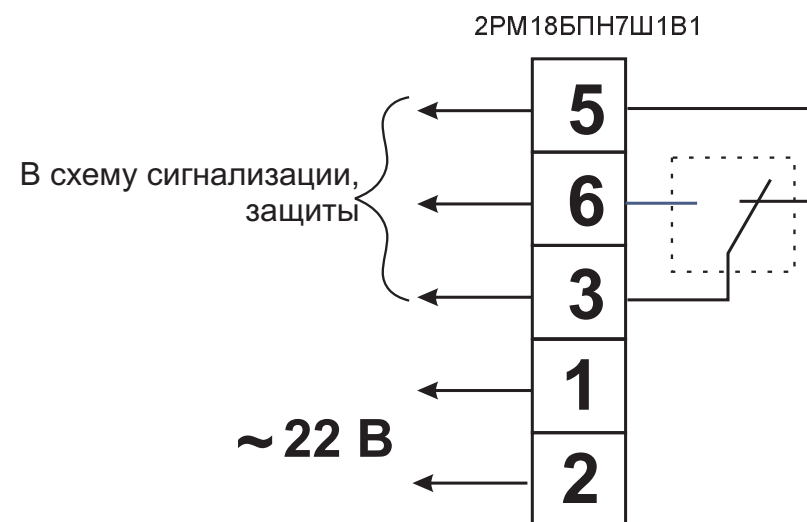

Рис.2 Схема подключения сигнализатора
5.2. Подключение сигнализатора к сети переменного тока. Питание силовой схемы сигнализатора осуществляется от сети переменного тока напряжением 220 В частотой 50 Гц. Подключение производится в соответствии со схемой, приведенной на рис.2.